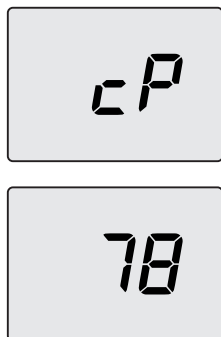

Figura 9.13
- Pulsando el botón 14 se puede modificar la potencia en modalidad deshollinador: el display LCD muestra las letras **HP** que se alternan con el valor de temperatura del agua de calefacción (ej.**78**); estamos en la "función deshollinador" a la potencia máxima en calefacción (Figura 9.13);